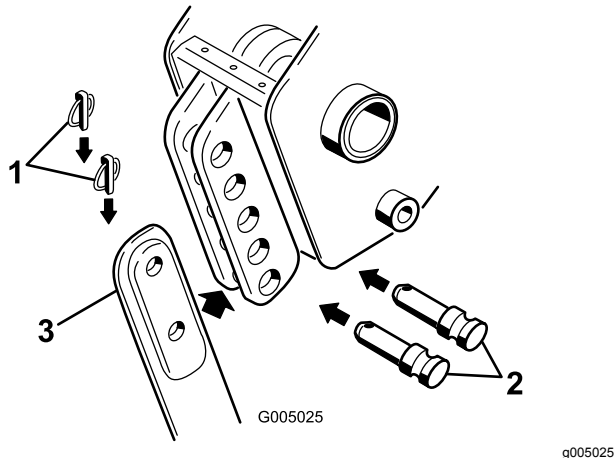

Figure 5
Remarque: Pour déposer complètement la lame, retirez les goupilles à anneau et les axes de chape inférieurs et supérieurs ; voir Figure 5.
4. Enlevez les 2 goupilles à anneau des axes de chape dans le support de lame, puis retirez les axes de chape (Figure 5) et la lame existante (si elle est montée).
5. Glissez la nouvelle lame dans le support et fixez-la à la profondeur voulue (choisissez des trous de montage différents pour modifier la profondeur par paliers de 7,6 cm), à l'aide des axes de chape et des goupilles à anneau retirés précédemment (Figure 5).